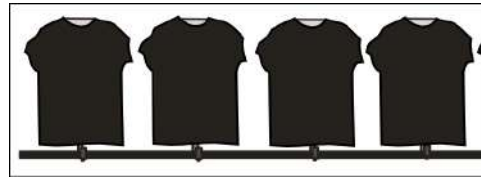

Imagen 333\_08
**9-** Colocar las demás poleras en las paletas (Imagen 333\_08)